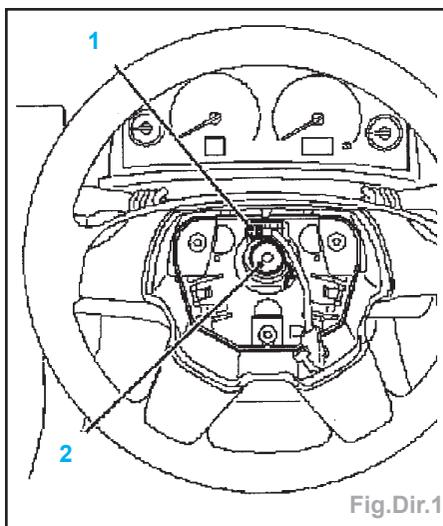
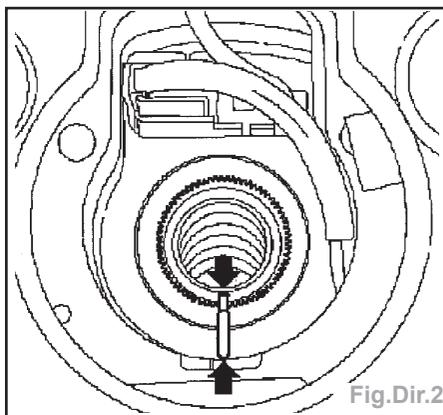

Fig.Dir.1
Fig.Dir.2
- Déverrouiller la fiche de faisceau de câbles (1) et la débrancher (Fig.Dir.1).
- Dévisser la vis de fixation du volant (2).
**Nota** : les repères du volant et de l'arbre de direction doivent coïncider. Les repères sont orientés vers le bas (Fig.Dir.2).